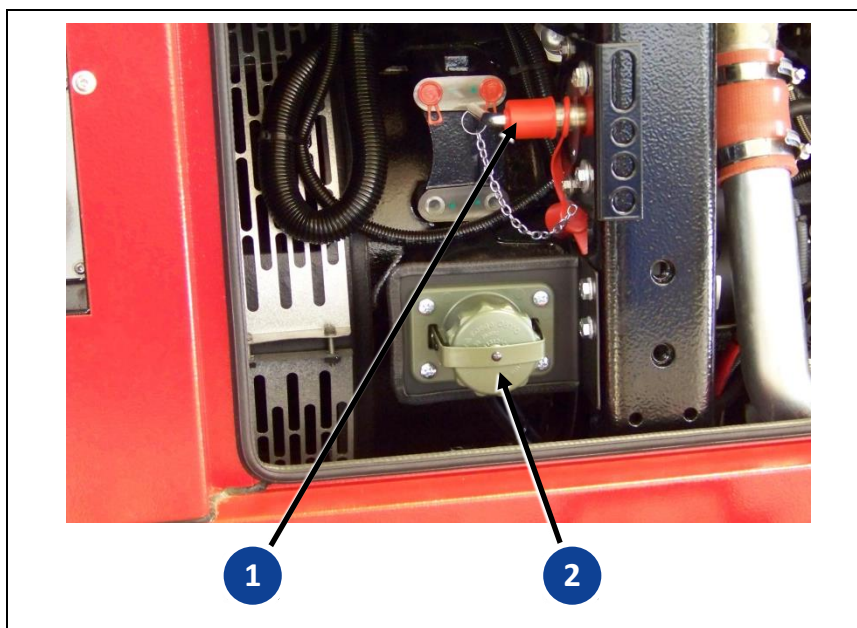

Abb. 7-6 Fremdstarteinrichtung und Batterie Hauptschalter
1. Abdeckung der Fremdstartsteckdose ((Abb. 7-6- **2**) abschrauben.